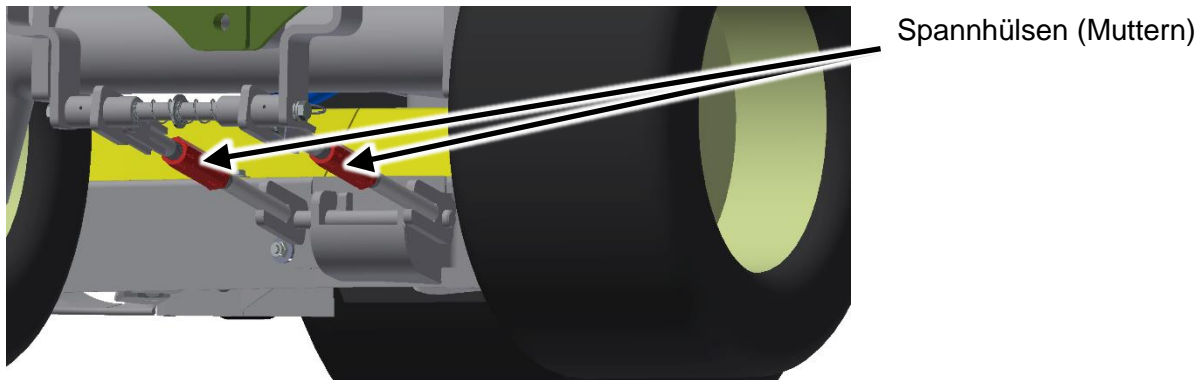

Abbildung 32 : Mähwerk an Frontbügel einstellen
- Neigung einstellen: anhand der Spannhülsen des Frontbügels. siehe Abbildung 32